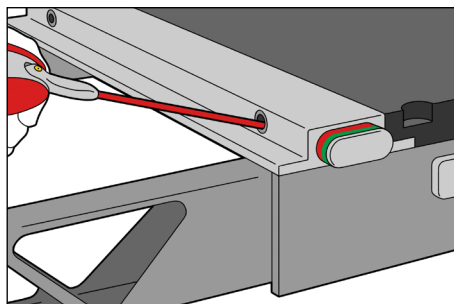

Fig. 4
4. Spray smøremiddel i mottakshullene. (Fig. 4)
6. Spray smøremiddel i mottakshullene en gang til. (Fig. 4)